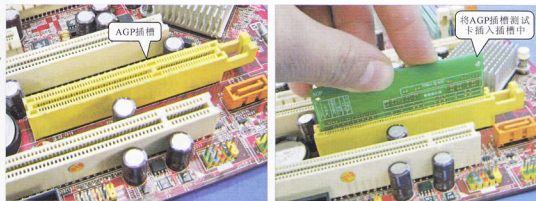

图2-5 AGP插槽及AGP插槽测试卡
(1) 首先将不工作主板上的CPU及内存条装入正常的主板上，通电试机主板能正常工作，表明CPU和内存条工作基本正常，由此怀疑故障有可能是由芯片组引起的。
(2) 接着，检测北桥芯片。由于北桥芯片特殊的封装形式，一般不易检测其引脚，但该芯片通常直接控制AGP插槽，因此北桥芯片是否正常可通过检测AGP插槽数据地址线的对地阻值来判断。
① 找到AGP插槽，并将AGP插槽测试卡插在插槽中，如图2-5所示。